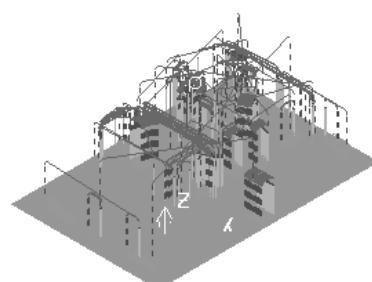

图 2-94 生成的刀具路径
9) 在“交叉等高精加工”对话框中单击“应用”按钮和“接受”按钮, 确定参数并退出对话框, 生成的刀具路径如图 2-94 所示。